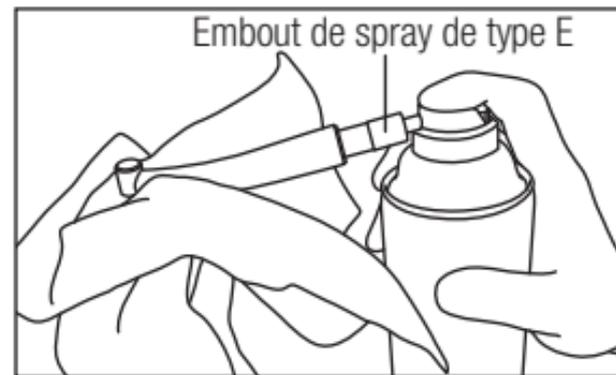

Fig. 22
- 3) Tenez la pièce à main et pulvérisez pendant 2 ou 3 secondes jusqu'à ce que de l'huile sorte de la tête. (Fig. 22)